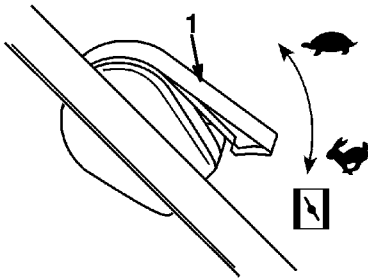

Figure 11
1. Mettre la manette des gaz en position  (Fig. 11).
1. Amener la manette des gaz sur la position  (Fig. 11).